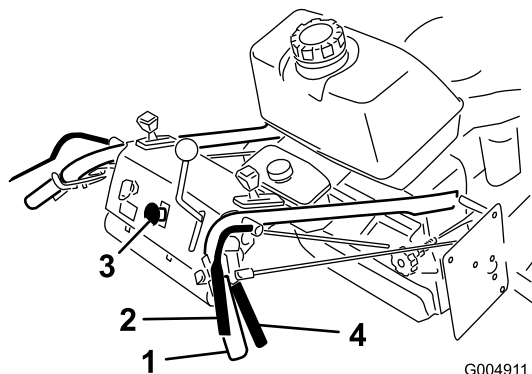

Figure 9
1. Pour engager les lames, serrez les leviers de détection de présence de l'utilisateur (OPC) contre les poignées (Figure 9).
Relâchez les leviers de détection de présence de l'utilisateur (OPC) pour arrêter les lames (Figure 9).